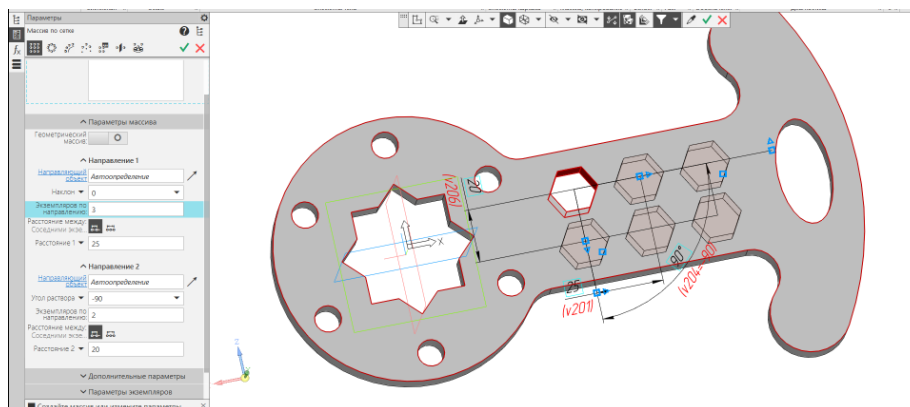

Рис. 21 Создание массива по сетке
- **Твердотельное моделирование – Массив, копирование – Массив по сетке.** Выбрать элемент массива, задать направление 1, указав отрезок, параллельный направлению или ось проекций, количество элементов по направлению 1, расстояние между элементами по направлению 1; аналогичный набор ограничений выбирают по направлению 2. Для направления 1 принять количество экземпляров 3, расстояние 25, для направления 2 указать угол раствора – 90^0 , количество экземпляров 2. (рис. 21).